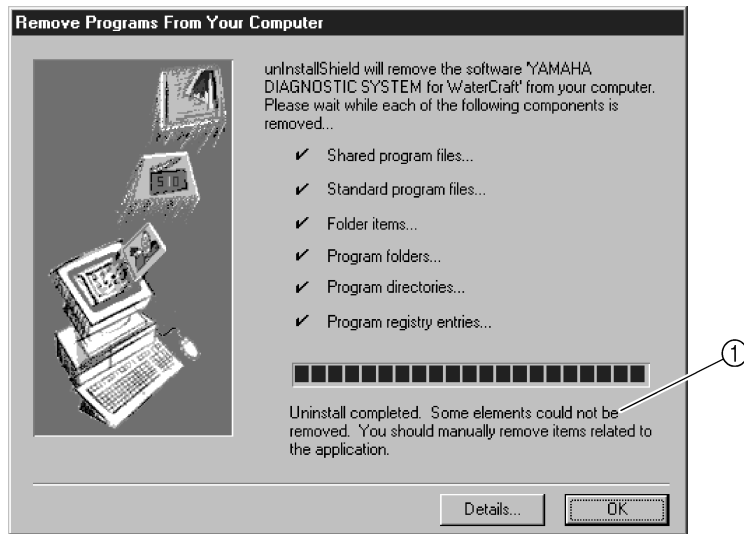

Fig. 71
2. Dans le Panneau de configuration, double-cliquer sur **Display** (Fig. 71).